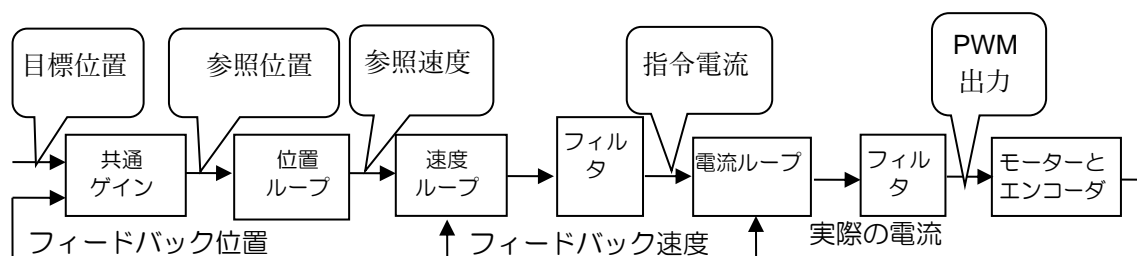

図 3.5.1
(1) サーボループ
D2ドライバーの制御ループには、サーボモーター制御を実装するための電流、速度、および位置制御ループの3つのタイプがあります。ドライバーのサーボループのアーキテクチャを図 3.5.1 に示します。位置モードでは、モーターの位置制御を実行するために、3つのループを順番に接続する必要があります。速度モードでは、速度ループは電流ループを使用してモーターを駆動する必要があります。ただし、電流モードでは、電流ループはモーターの位相転流メカニズムのみを制御し、そのコマンドは上位コントローラーからの電圧コマンドによって制御されます。サーボループのゲインパラメーターを単純化するために、D2ドライバーは1つの共通ゲイン (CG) のみを使用して、制御ループアーキテクチャ全体を設定および調整します。